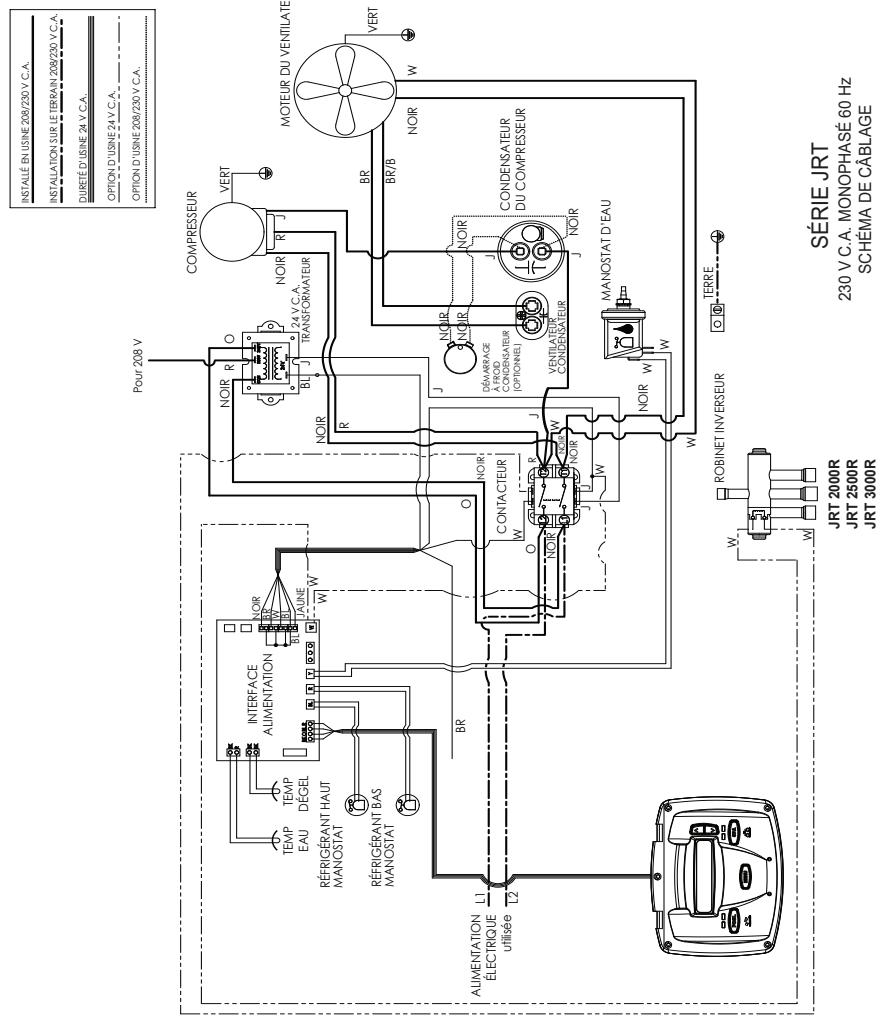
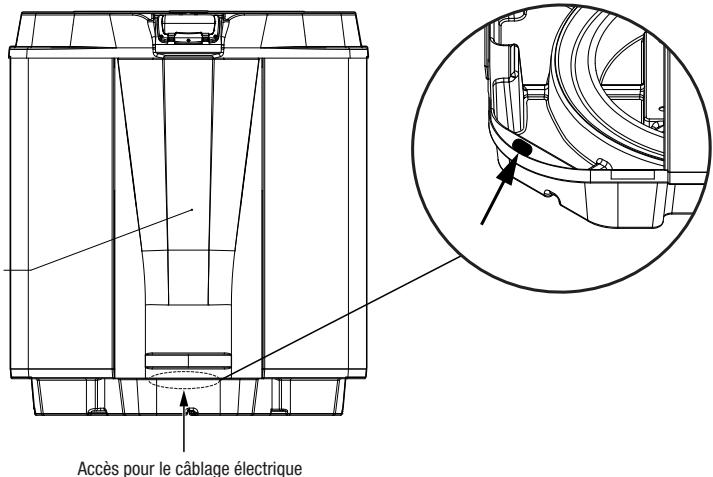

Figure 8. Diagramme de câblage alimentation électrique monophasé JRT
Figure 10. Vue avant thermopompe JRT de Jandy
Les connexions de câblage doivent être effectuées exactement comme indiqué dans le schéma de câblage qui se trouve à l'intérieur du compartiment d'accès de la thermopompe (voir la *Figure 8* pour le câblage électrique monophasé). La thermopompe doit inclure un moyen défini de mise à la terre et de mise à la terre. Il y a une cosse de liaison sur le côté droit de la thermopompe, où un fil de liaison doit être fixé.
2. Retirer les trois (3) vis qui fixent le panneau de service/d'accès à l'unité de thermopompe (voir *Figure 10*).
8. Connecter les fils aux bornes du contacteur principal comme indiqué sur le schéma de câblage. Se reporter à la *Figure 8*.
2. Retirer les vis qui fixent le panneau de service/d'accès à l'appareil de thermopompe et le couvercle à la boîte de jonction (voir Figure 10).
2. Retirer les vis qui fixent le panneau de service/ d'accès à l'appareil de thermopompe et le couvercle à la boîte de jonction (voir la *Figure 10*).
3. Acheminer les fils du système de contrôle de la piscine/du spa dans le conduit de connexion étiqueté « Low Voltage Connection », situé en bas à droite de la thermopompe (voir *Figure 10*). Assurez-vous que les conducteurs ne sont pas pincés ou endommagés.
2. Retirer les trois (3) vis qui fixent le panneau avant à la thermopompe et le retirer. Se reporter à la *Figure 10*.
5. Faire passer quatre (4) fils de cuivre pleins de 22 AWG dans la membrane souple basse tension située sur le côté inférieur gauche de la thermopompe. Les fils peuvent mesurer jusqu'à 300 pieds (91,4 m) de longueur.
6. Connecter les fils à la borne 4 positions sur le côté inférieur gauche de la carte de circuit imprimé d'interface d'alimentation, étiquetée « *User Interface1* ». Se reporter à la *Figure 8*. Les fils seront aussi ajoutés au câblage actuel de l'interface utilisateur installée sur la thermopompe.